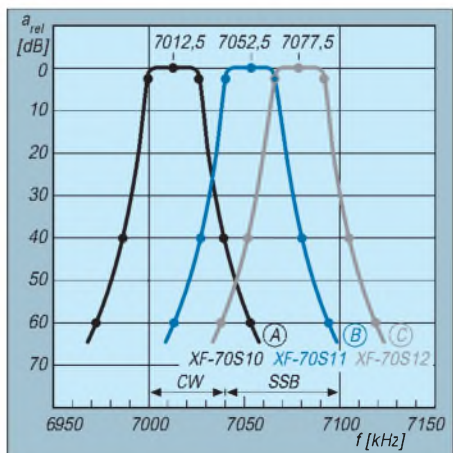

Bild 2: Aus den Grenzwerten für die Bandbreitenangaben abgeleitete Durchlaßkurven (worst case, s. Text)
- Intermodulationsprodukte von starken Amateurfunksignalen mit jeweils zwei (!) Rundfunkträgern (s. [1], Tabelle 3). Beispiele: Amateurfunksignal auf 7010 kHz, Rundfunkträger aus [1], Bild 2 bzw. Bild 3: (7010 + 7135 – 7130) kHz = 7015 kHz oder (7010 + 7115 – 7105) kHz = 7020 kHz!
Bild 2 zeigt aus den Grenzwerten (Tabelle) für die Bandbreitenangaben abgelei-